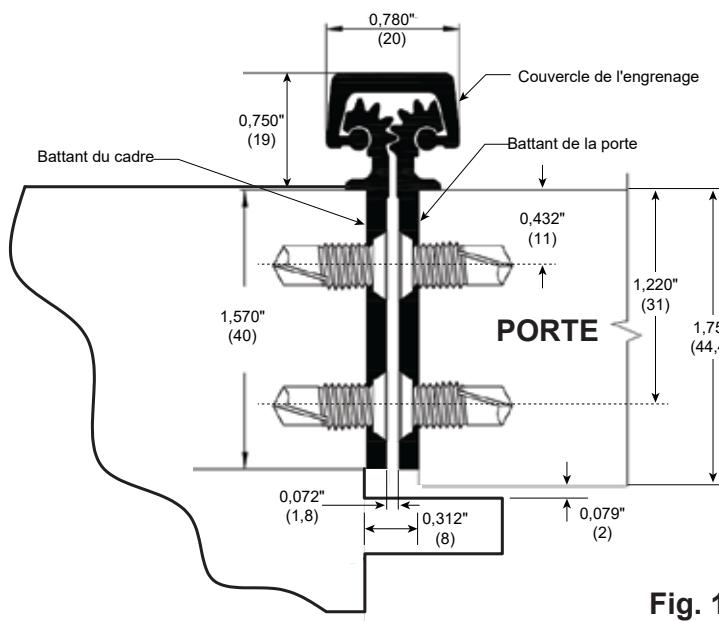

Fig. 1
- L'épaisseur de la porte doit être au minimum de 1-3/4" (44 mm) avec un espace de 5/16" (8 mm) entre la porte et le cadre (du côté des charnières). Voir la figure 1